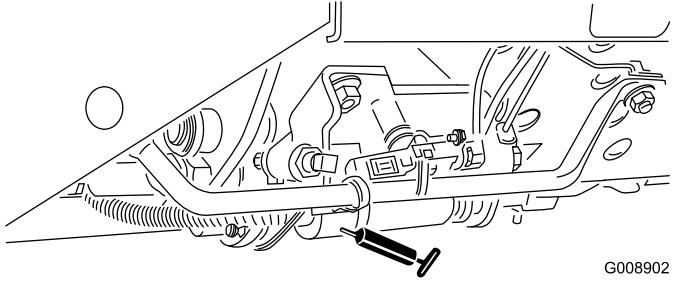

Figura 50
- Mando segar/transportar (Figura 50)